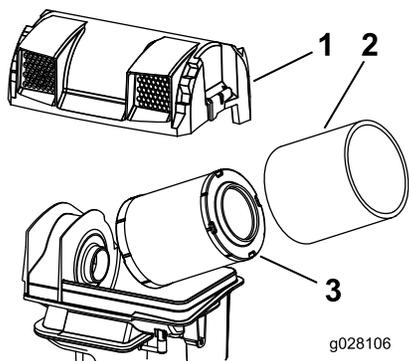

Figure 45
- Ouvrez les dispositifs de verrouillage du filtre à air et détachez le couvercle du boîtier du filtre (Figure 45).
- Sortez le préfiltre du boîtier du filtre avec précaution (Figure 45).
- Si vous remplacez l'élément intérieur, insérez-le avec précaution dans le boîtier du filtre (Figure 45).
- Placez ensuite le préfiltre sur l'élément de sécurité avec le même soin (Figure 45).
- Remettez en place et verrouillez le couvercle du filtre à air (Figure 45).